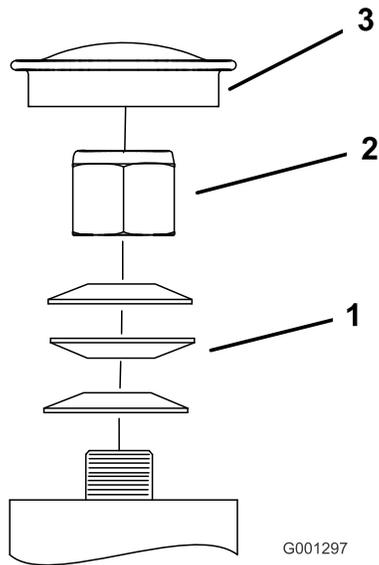

Figura 73
3. Retire el tapón guardapolvo de la rueda giratoria y apriete la contratuerca (Figura 73).
4. Apriete la contratuerca hasta que las arandelas de muelle estén planas, luego afloje la contratuerca ¼ de vuelta para establecer la pre-carga correcta de los cojinetes (Figura 73).
Importante: Asegúrese de que las arandelas de muelle están correctamente instaladas, según se muestra en la **Figura 73**.
- Coloque el tapón guardapolvo (**Figura 73**).